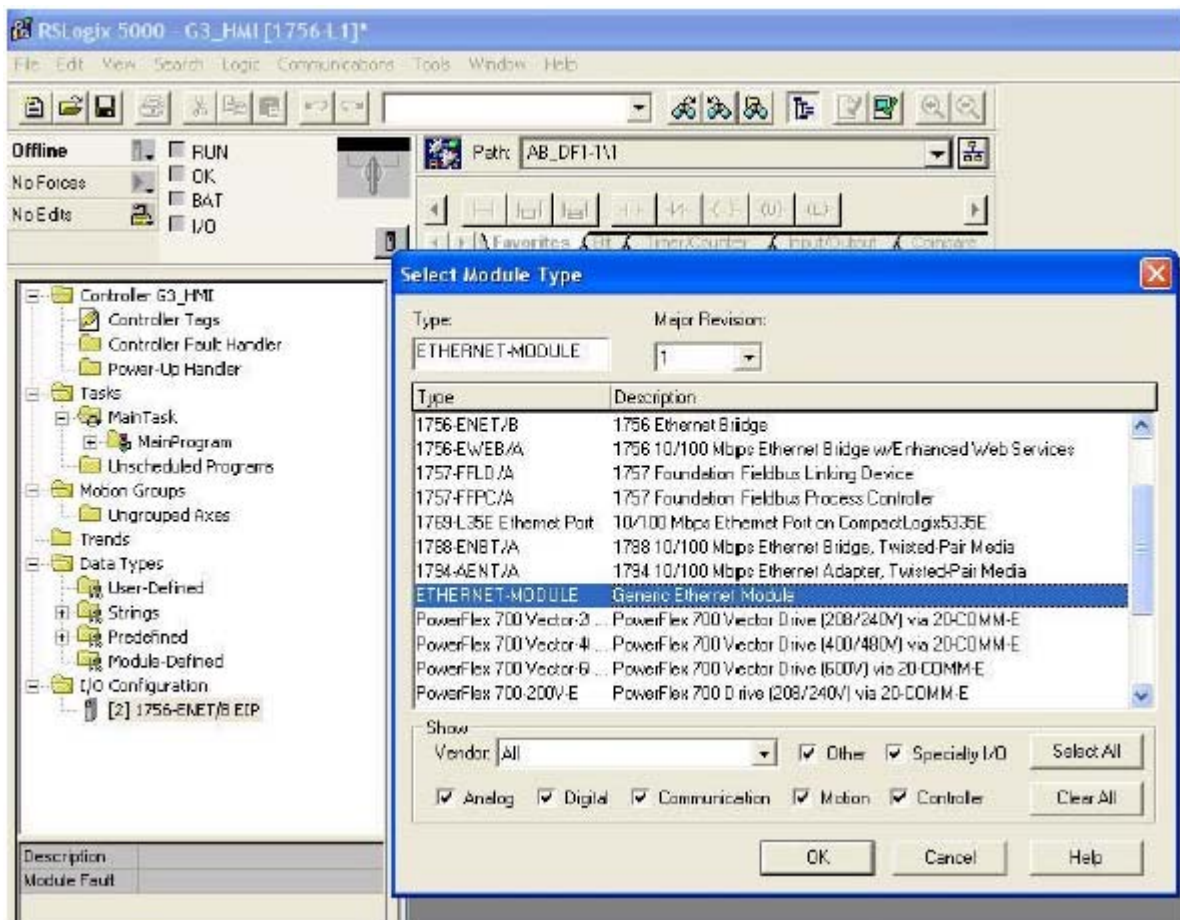

FIG. 72. Selección de módulo Ethernet
- c. En la ventana Select Module Type (Seleccionar tipo de módulo), elija Generic Ethernet Module (Módulo Ethernet genérico). Vea la FIG. 72.